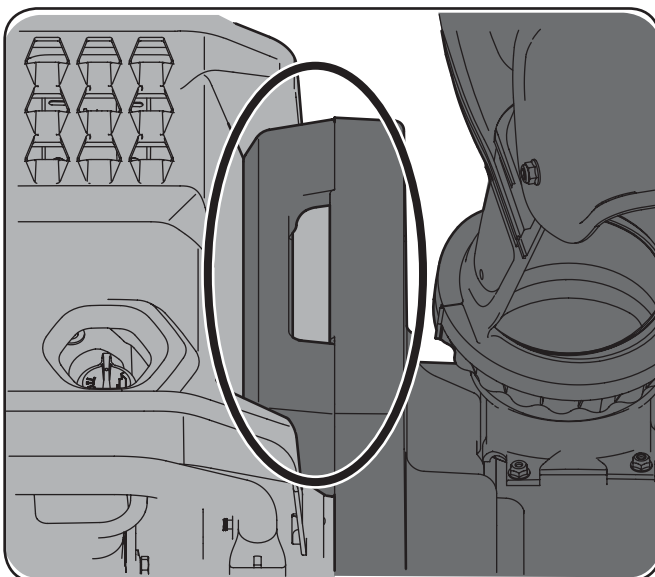

Figura 5-2
2. Incline la base de potencia FLEX™ hacia adelante, enganchando la lengüeta de montaje superior con la manija de montaje del accesorio quitanieve, consulte la Figura 5-2.